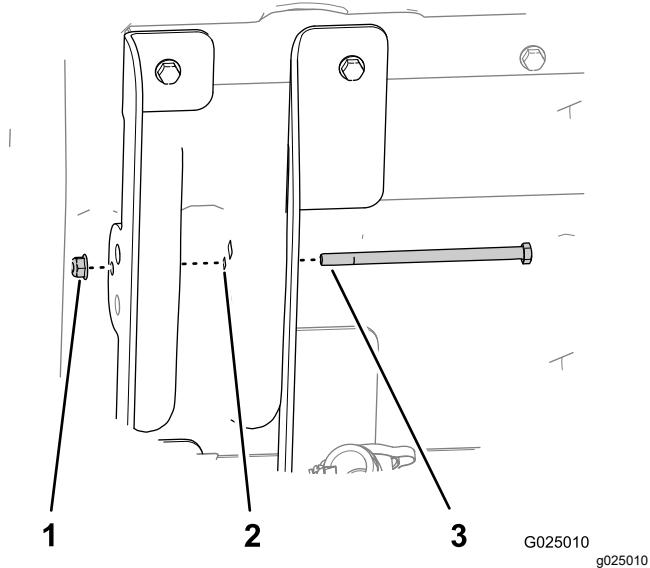

Figura 7
7. Introduzca el perno de cabeza hexagonal (5/16" x 5½") a través del orificio de 8 mm del soporte de elevación interior (pestañas largas), la estructura de la plataforma y el soporte de elevación exterior de la plataforma (pestañas cortas), como se muestra en la Figura 7.
8. Sujete el perno con la tuerca con arandela prensada (5/16"), y apriete a mano (Figura 7).
- Apriete la tuerca con arandela prensada que sujeta el perno (5/16") hasta que quede ajustada (Figura 7).